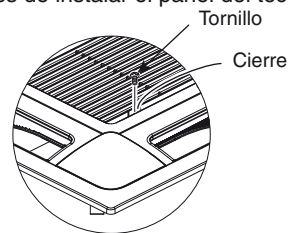

Fig. 7-3
- (1) Quite la rejilla de entrada de aire y el filtro de aire del panel del techo.
- a) Extraiga los 2 tornillos del cierre de la rejilla de entrada de aire. (Fig. 7-3) (Coloque la rejilla de entrada de aire después de instalar el panel del techo.)